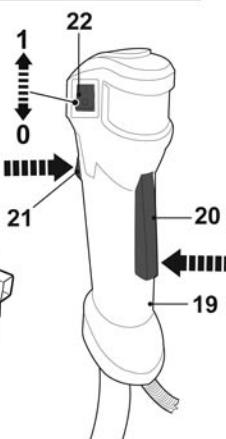

Fig. 23
- > Apăsați dispozitivul de blocare al declanșatorului [20] și clapeta de accelerație [21] (Fig. 23).
- > Apăsați dispozitivul de blocare al declanșatorului [20] și clapeta de accelerare [21] (Fig. 23).